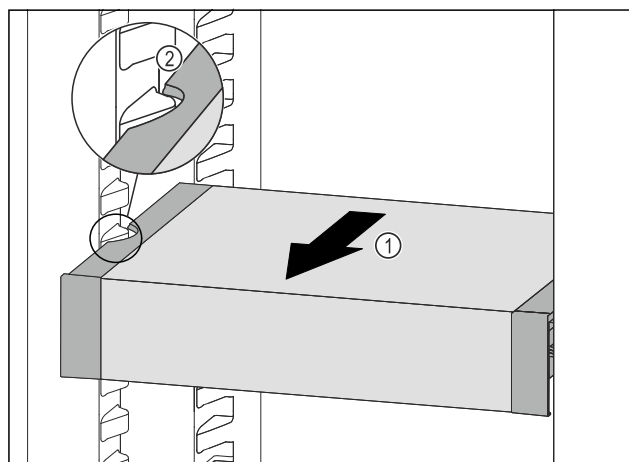

Fig. 102
- ▶ Trageți în față VarioSafe Fig. 102 (1), până când degajările laterale ale VarioSafe se află la înălțimea nervurii recipientului din frigider. Fig. 102 (2)